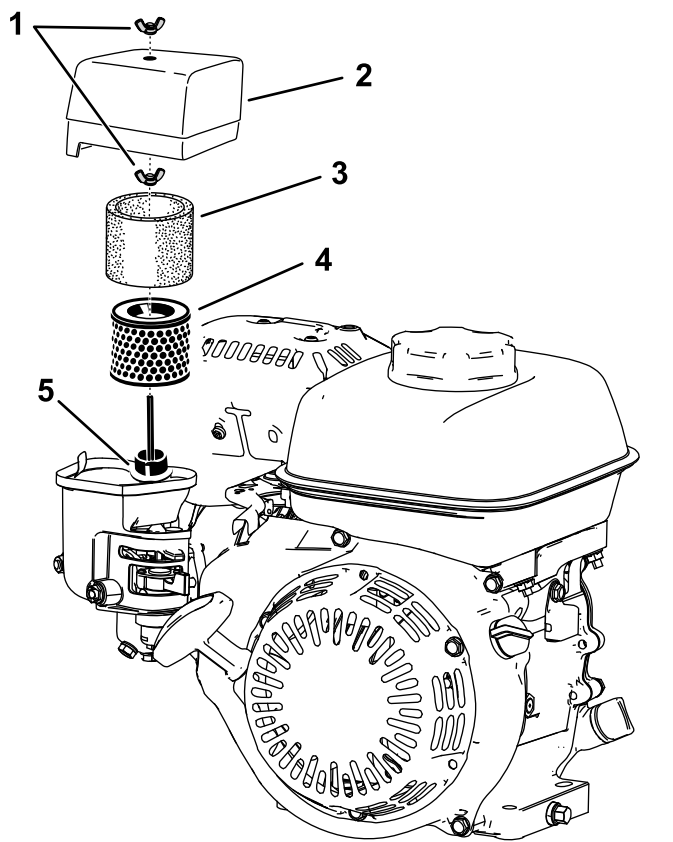

Figura 27
- Retire a porca de orelhas que prende a cobertura do filtro de ar (Figura 27).